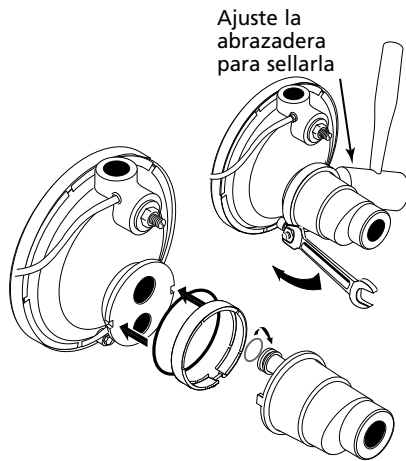

Figura 6 – Instale el Eyector
1. Instale el kit de eyector Berkely modelo BK4875 (se vende por separado). Siga las instrucciones que vienen incluidas en el kit. Asegúrese de alinear el venturi con el orificio superior en la parte frontal de la bomba (Vea la Figura 6).